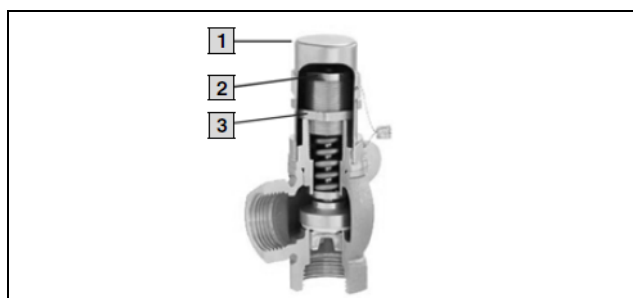

Fig. 27 : Vannes de dérivation
- L'installation d'une vanne de dérivation (disponible en option, voir paragraphe 11 « Accessoires ») assure toujours le maintien d'une circulation d'eau de refroidissement, même lorsque les électrovannes des échangeurs thermiques air/eau sont fermées et que la pompe fonctionne. Cela est obtenu par l'ouverture de la vanne de dérivation dès que la pression de refoulement dépasse la valeur réglée sur la vanne (voir fig. 27).